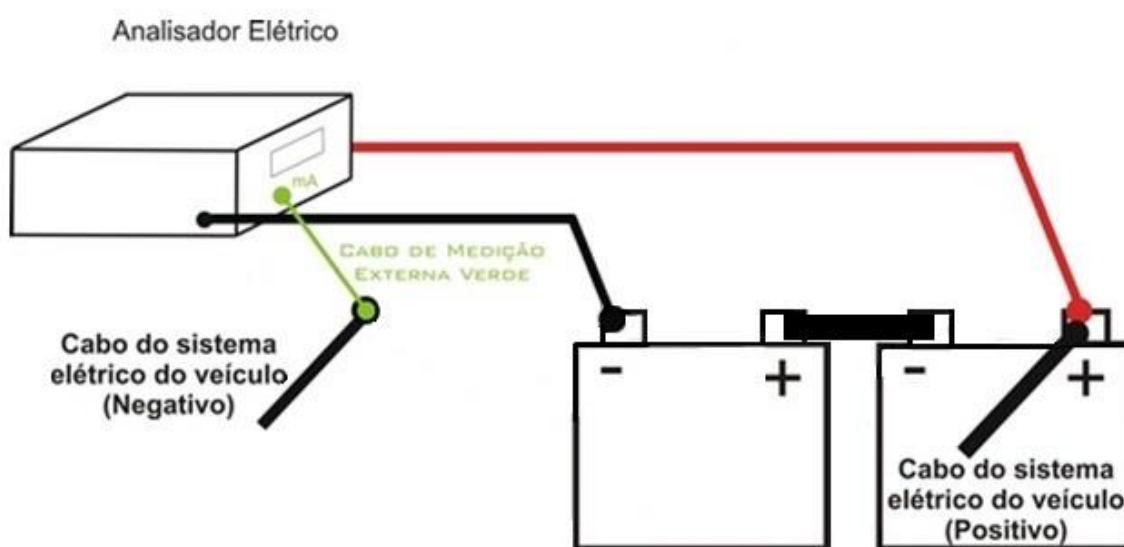

Fig. 04
- ✓ Retire o cabo auxiliar. A ligação deve estar conforme **fig. 04**.